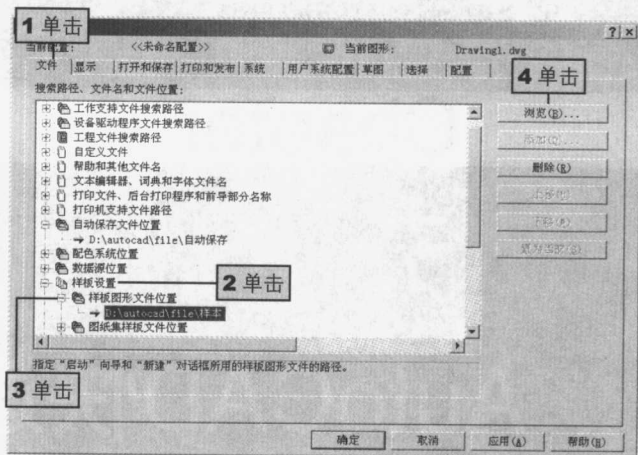

图 1-1 设置自动保存文件
step 02 设置自动保存文件和样板图形文件路径。在“选项”对话框中单击“文件”标签,进入“文件”选项卡。在“搜索路径、文件名和文件位置”列表框中展开“自动保存文件位置”文件夹中的路径,并选择该路径,然后单击“浏览(B)”按钮选择路径;再展开“样板设置>样板图形文件位置”选项,单击“浏览(B)”按钮选择相应的文件路径。如图 1-1 中所示的标注进行操作(用户可以根据自己的需要对其他文件路径进行设置)。